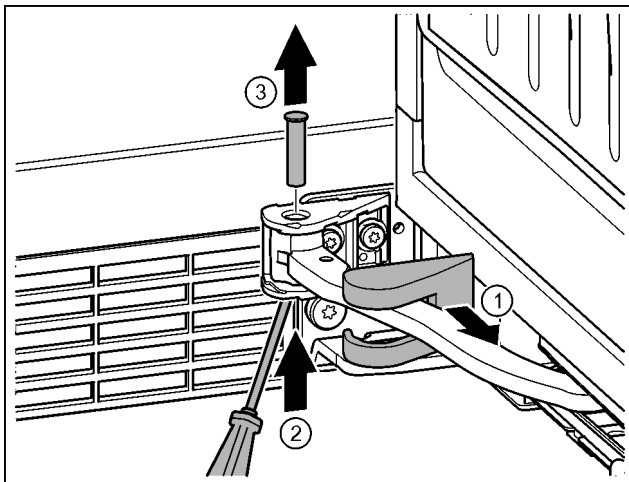

Fig. 15
- Изтеглете капака на лагерната стойка и го преместете по продължение на шарнира. Fig. 15 (1)
- С пръст или отвертка повдигнете болта отдолу. Fig. 15 (2)
- Вкарайте отвертка под главата на болта и го извадете. Fig. 15 (3)